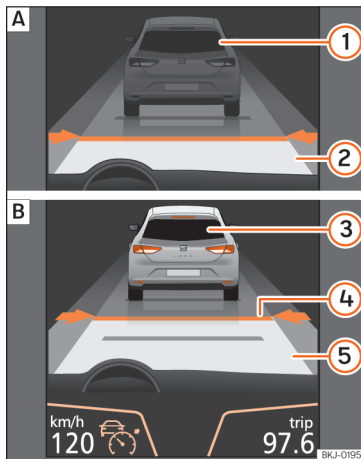
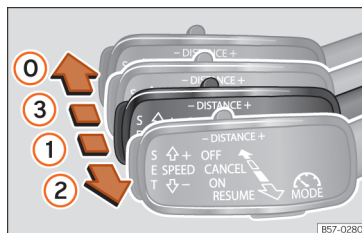
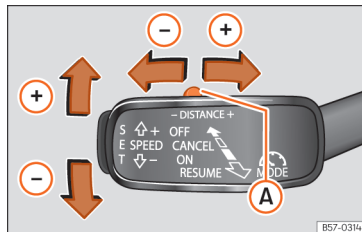

Abb. 236 Am Bildschirm des Kombi-Instruments: (A) ACC inaktiv (Standby). (B) ACC aktiv.
Abb. 238 Auf der linken Seite der Lenksäule: dritter Hebel für die Betätigung der automatischen Distanzregelung.
Abb. 239 Auf der linken Seite der Lenksäule: dritter Hebel für die Betätigung der automatischen Distanzregelung.
Bildschirmanzeigen » » » Abb. 236:
Schalttafel die grüne Kontrollleuchte ein (🚦) und auf dem Bildschirm werden die programmierte Geschwindigkeit und der Zustand der ACC angezeigt »» Abb. 236.
schwindigkeit des Fahrzeugs einstellen und die ACC aktivieren. Drücken Sie dazu auf die Taste **SET** »» Abb. 239. Falls Sie die Geschwindigkeit in Schritten von 1 km/h (0,6 mph) erhöhen oder reduzieren möchten, bewegen Sie den Hebel in die Position ② »» Abb. 238 bzw. drücken Sie die Taste **SET**.
Die programmierte Geschwindigkeit kann je nach Wunsch während der Fahrt oder bei Fahrzeugstillstand geändert werden. Jegliche Änderungen der programmierten Geschwindigkeit werden unten links am Bildschirm des Kombi-Instruments angezeigt »» Abb. 236.
Um das Abstands-niveau zu erhöhen oder zu reduzieren, drücken Sie den Wippschalter nach rechts/links »» Abb. 239 (A).
- Um die ACC zu aktivieren, müssen Sie, wenn sich der Hebel in Position ① befindet, die Taste **SET** drücken oder den dritten Hebel der ACC in die Position ② bringen »» Abb. 238. In diesem Moment wechselt die ACC-Anzeige am Bildschirm des Kombi-Instruments in den Modus Aktiv »» Abb. 236.
Um die ACC zu deaktivieren, bewegen Sie den Hebel in die Position ① »» Abb. 238 (eingearbeitet). In diesem Moment erscheint der Text **ACC deaktiviert** und die Funktion ist vollständig deaktiviert.
Falls Sie die ACC nicht ausschalten, sondern nur vorübergehend in den inaktiven Modus (Standby) versetzen möchten, bewegen Sie den dritten Hebel in die Position ③ »» Abb. 238 oder betätigen Sie das Bremspedal.